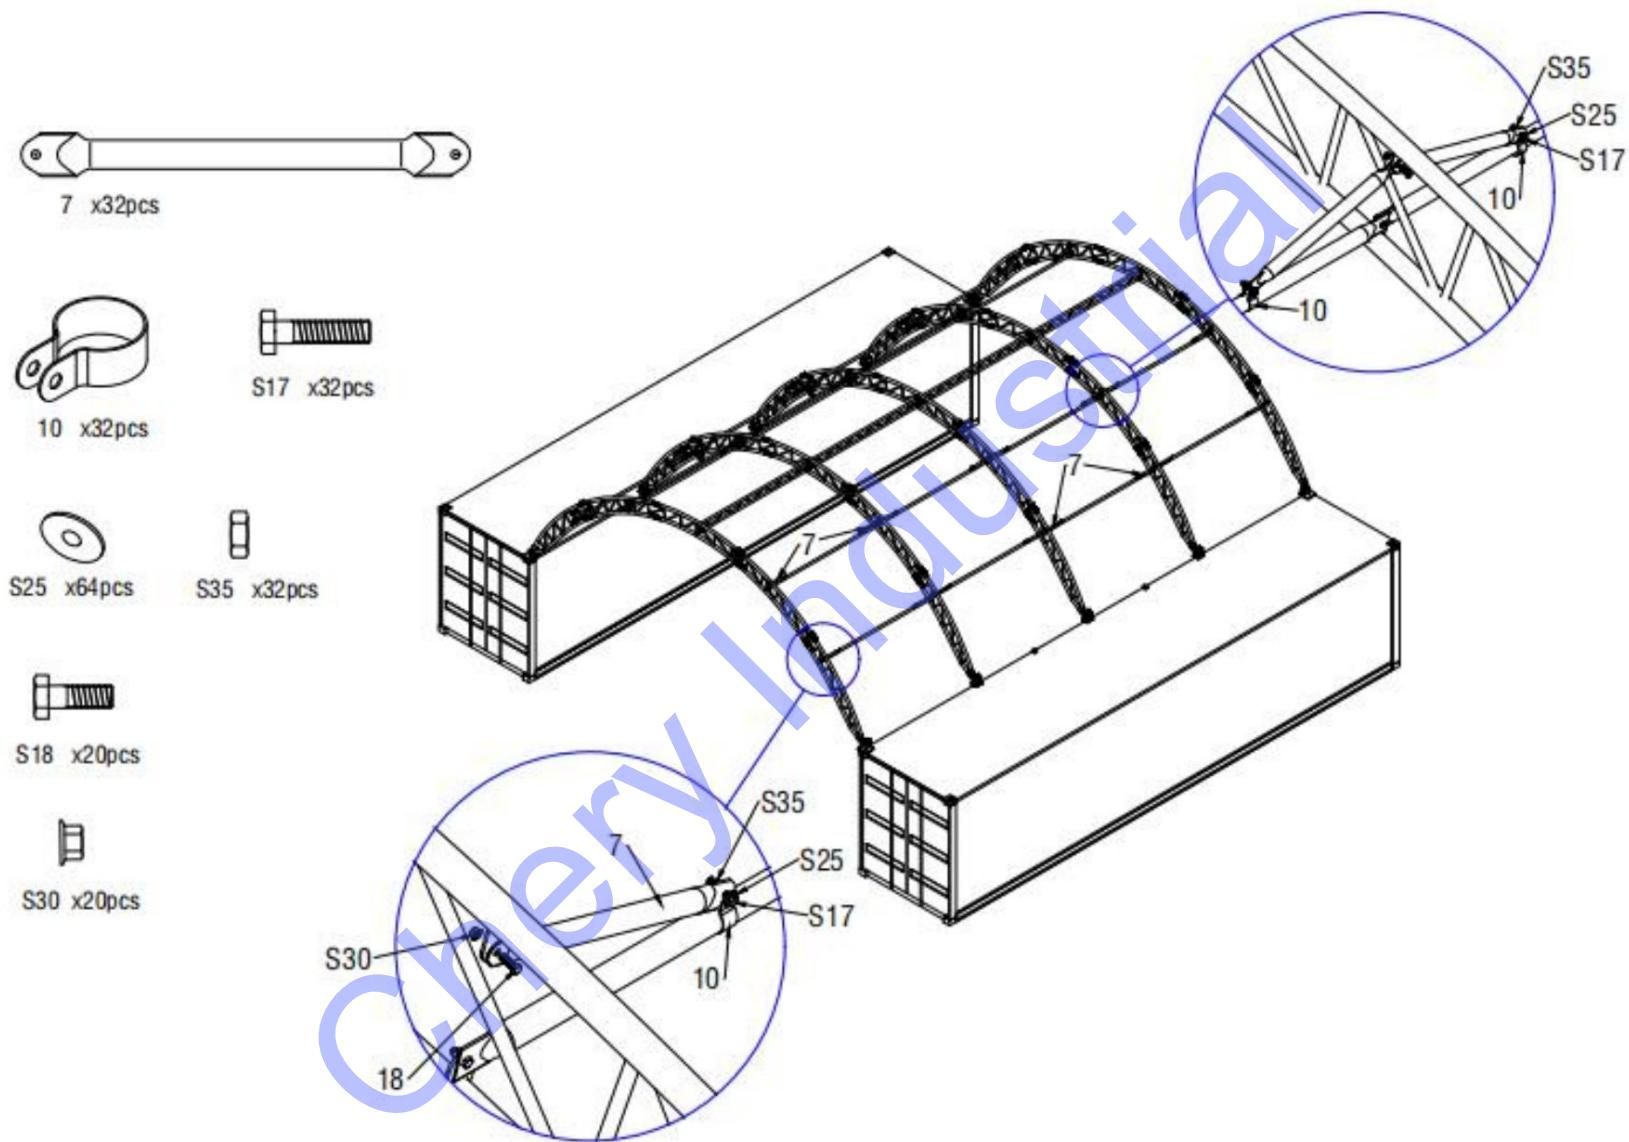

Figure 7
2.5. Connectez le tube de support diagonal pour panne (pièce n° 7) à l'arc et à la panne (pièce n° 6) à l'aide du boulon M10x30mm (pièce n° S18) et des clips (pièce n° 10) comme le montre la figure 7 ci-dessous.